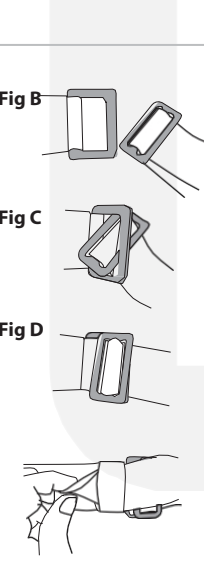

Fig.2
3. Bøy deg forover og trekk sikringssløyfen opp gjennom beina med høyre hånd som fortsatt holder midjen i posisjon. Fig. 2.